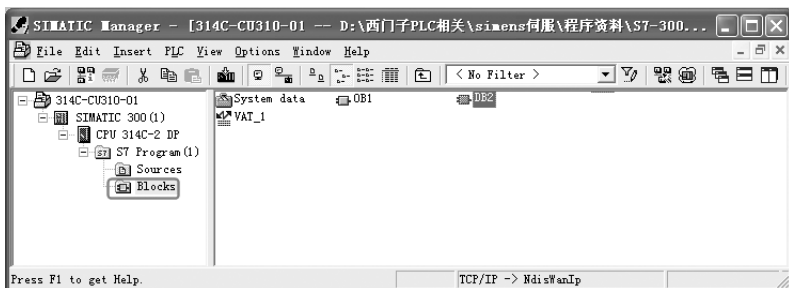

图 11-51 插入数据块 DB2 和参数表 VAT_1
(4) 编写程序
① 插入数据块 DB2 和参数表 VAT_1。选中块 OB1，插入数据块 DB2 和参数表 VAT_1，如图 11-51 所示。